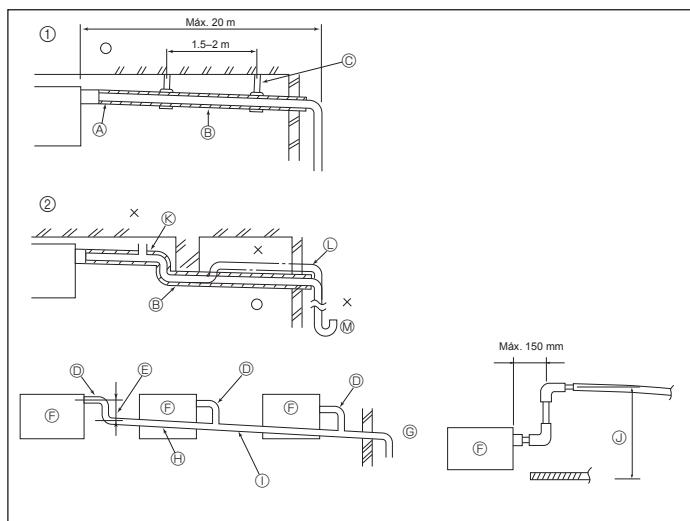

Fig. 6-1
6.1. Trabalho de tubagem de drenagem (Fig. 6-1)
① Tubagem correcta
② Suporte de metal
③ Tubagemerrada
④ Respiradouro
⑤ Isolação (9 mm ou mais)
⑥ Levantado